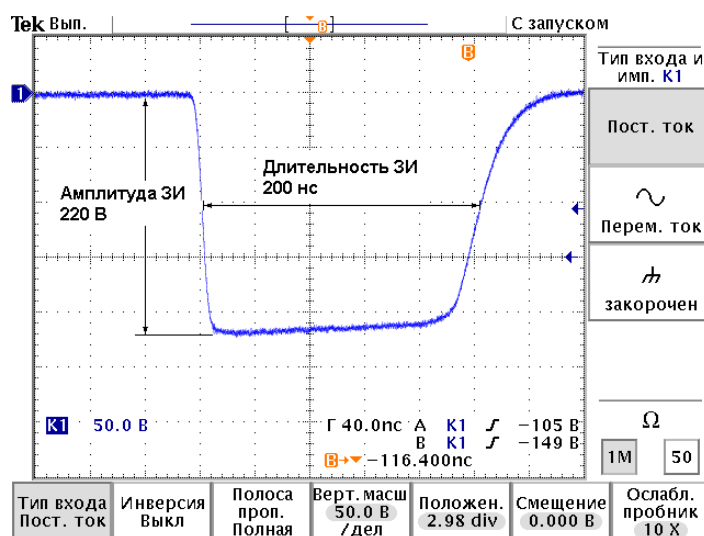

Рис. 10.6.3.2. Определение амплитуды и длительности зондирующего импульса.
Техническое описание генератора зондирующих импульсов и его основные параметры рассмотрены в П.4.3. Поверка параметров ГЗИ производится в схеме измерений Рис. 10.6.3.
Рис. 10.6.3.1. Схема определения параметров генератора зондирующих импульсов. 1 – осциллограф, 2 – эквивалентная нагрузка 50 Ом, 3 – ультразвуковой дефектоскоп, K1, K2 – коаксиальные кабели, T1 – тройник коаксиальный.
1. Соберите схему, как показано на Рис. 10.6.3.1. Здесь эквивалентная нагрузка состоит из сопротивления 50 Ом. Подключите эквивалентную нагрузку к разъему «ЗИ» прибора. Подключите осциллограф к эквивалентной нагрузке. Используйте пробник делитель 1:10. Входное сопротивление пробника должно быть не менее 1 Мом. Входная емкость пробника - не более 5 пФ.